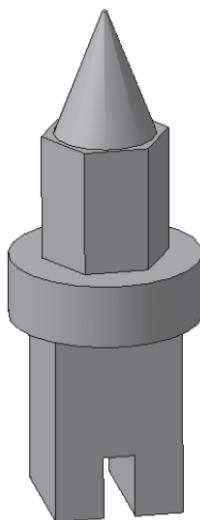

Рис. 149
Проанализируем форму предмета рис. 149.
- – создайте объект (рис. 149).